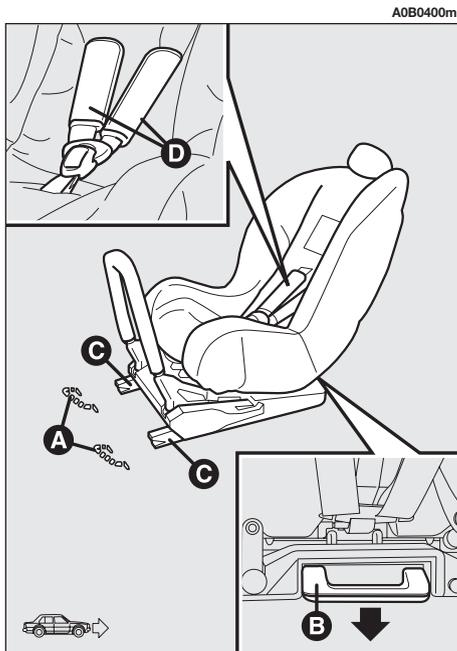

Abb. 61
Für die Kinder der Gewichtgruppe **0, 0+** ist der Kindersitz nach hinten gerichtet (für Kinder bis 13 kg Gewicht) und das Kind wird von den Kindersitzgurten festgehalten (**D**, **Abb. 61**).
- überprüfen, dass sich der Auslösehebel (**B**, **Abb. 61**) in Ruhestellung befindet (eingezogen)